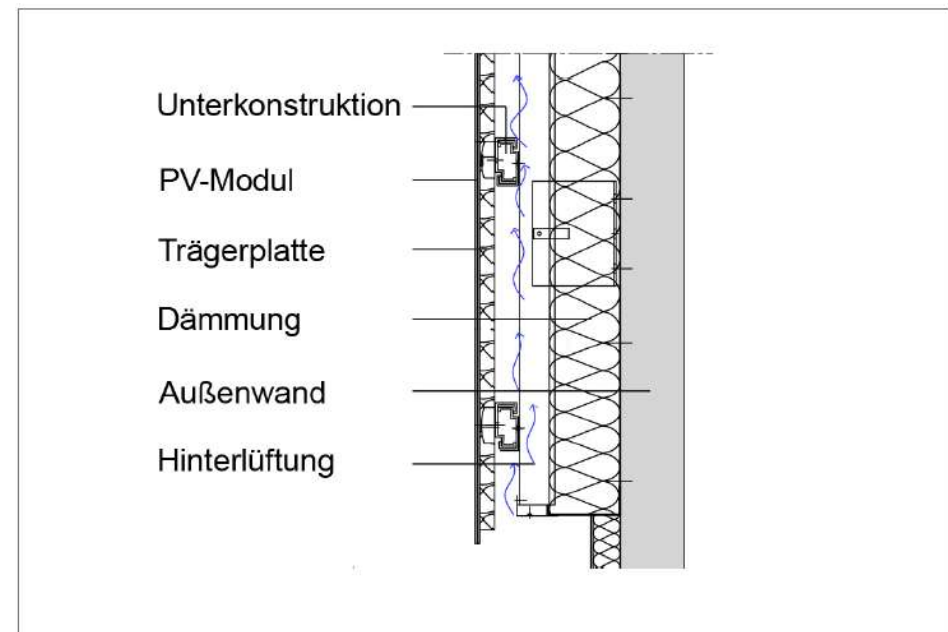

Abbildung 4: PV-Integration in eine vorgehängte hinterlüftete Fassade als Kaltfassade
- Abbildung 4: Institut für Baukonstruktion, Technische Universität Dresden, aus Leitfaden LHM: Aufbau von fassadenintegrierten PV-Anlagen mit Praxis-Beispielen, Stand Juli 2020